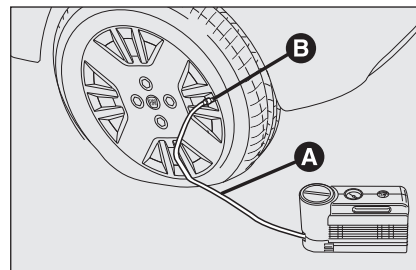

fig. 15
- ☐ **Trek de handrem aan.** Draai de ventieldop van de band los, neem de vulbuis **A-fig. 15** uit en draai de ring **B** op het ventiel van de band;